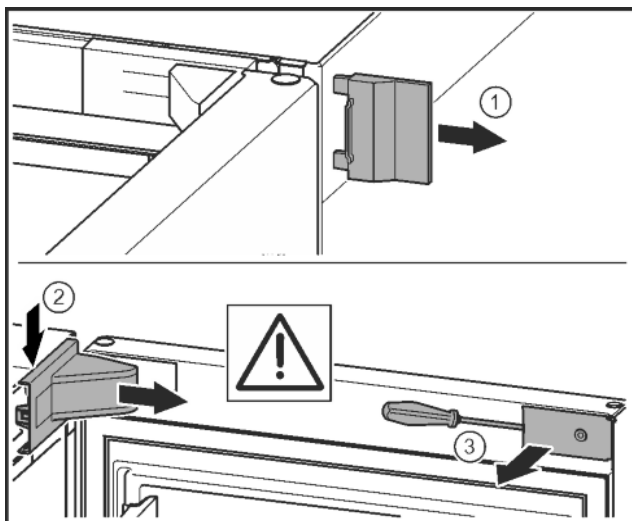

Fig. 9
- Noņemiet ārējo pārsegu. Fig. 9 (1)
- Atbrīvojiet un atvienojiet gultņa balsta pārsegu. Noņemiet gultņa balsta pārsegu. Fig. 9 (2)
- Ar plakano skrūvgriezi atbrīvojiet aizsegu un pagrieziet uz sāniem. Fig. 9 (3)